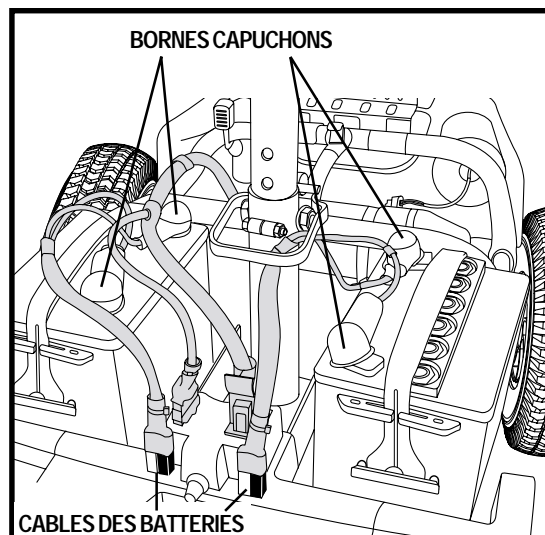

Figure 13. Câbles et connecteurs à batteries
3. Débranchez les câbles des batteries et tirez dessus à la verticale. Voir la figure 13.